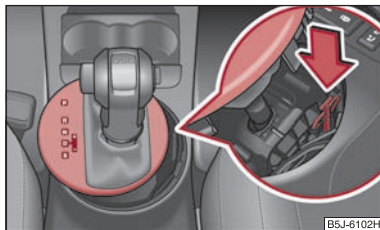

Fig. 103 Déverrouillage de secours du levier sélecteur
- Appuyez sur la pièce en plastique jaune avec le doigt ⇒ fig. 103.